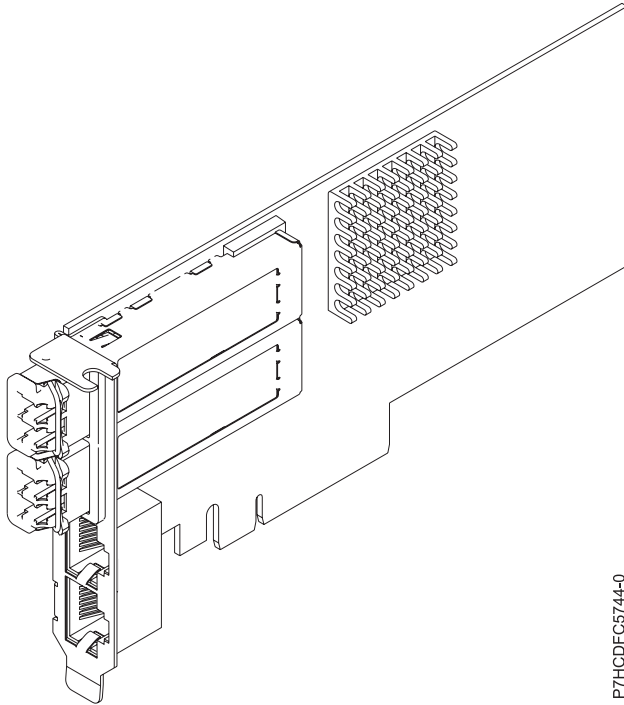

Figure 26. carte PCIe2 LP 2x10GbE SR 2x1GbE UTP
Le dispositif carte PCIe2 LP 2x10GbE SR 2x1GbE UTP est une carte PCI Express de génération 2 quatre ports Ethernet à connexion unifiée avec une interface de bus hôte PCI Express 2.0. Cette carte est optimisée pour l'informatique en nuage, la virtualisation, le stockage et les autres applications de centre de données. Cette carte comporte deux ports Ethernet 10 gigabits et deux ports Ethernet 1 gigabit. Les deux ports émetteurs-récepteurs SR (single root) SFP+ (small form-factor pluggable) 10 gigabits sont utilisés pour la connexion avec les autres serveurs ou commutateurs du réseau. Chaque port SFP+ (SR) fournit une connectivité Ethernet avec un débit nominal de 10 Gbps (gigabits par seconde) et utilise des câbles twinax SFP+ en cuivre pouvant atteindre une longueur maximale de 5 mètres. Chaque port RJ45 fournit une connectivité Ethernet avec un débit de 1 Gbps. Les fonctions d'agrégation de liaisons et de reprise en ligne de la carte sont idéales pour les applications réseau critiques qui nécessitent redondance et haute disponibilité. La figure 26, à la page 79 présente la carte FC 5745.